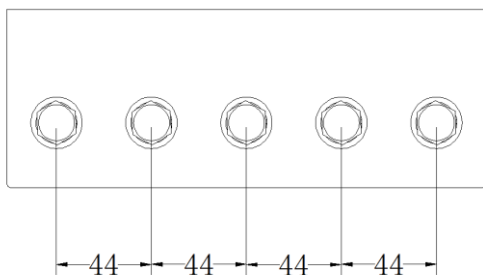

图3-13 交流输出铜排接线孔尺寸图(mm)
(4) 630/500kW机种交流输出铜排接线孔尺寸如图3-13所示。